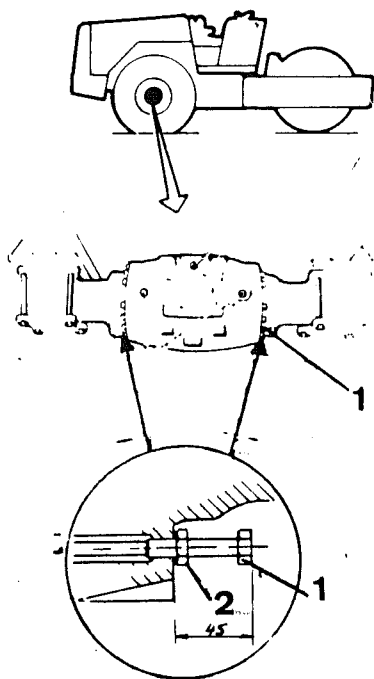

Fig 13 Hjulaxel
⚠ Blockera hjulen! Maskinen kan börja rulla då (1) manövreras fig 13.
- Løssa kontramutterarna (2), (fig 13) på bågge sidor och skruva in skruvarna (1) tills bromsarna friläggs.
- Skruva tillbaka skruvarna (1) enl fig 13, så att måttet 45 mm innehålls. Ansätt kontramutterarna (2) på bågge sidor.
- Ställ tillbaka spolventilens arm (3) i ursprungsläge efter bogsering.